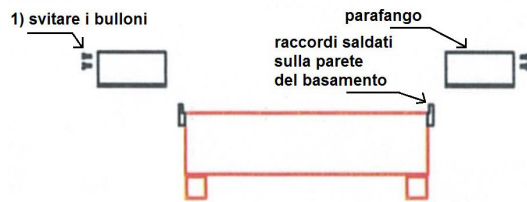

FIG.1
- Smontare i parafranghi (FIG.1,2)